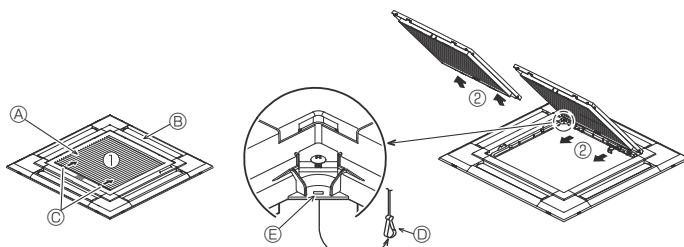
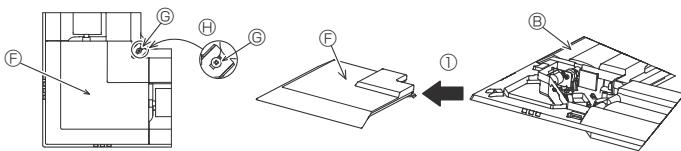

Fig. 9-3
Fig. 9-4
9.2.1. Afmontering af indtagsgitteret (Fig. 9-3)
- Skub håndtagene i retningen angivet af pilen ① for at åbne indtagsgitteret.
- Med indtagsgitteret i "åben" position fjernes indtagsgitterets hængsel fra gitteret som vist med pilen ②.
9.2.2. Afmontering af hjørnepanelet (Fig. 9-4)
- Løsn de ④ skruer på hjørnet. Skub hjørnepanelet i retning af pil ① i illustrationen, og fjern hjørnepanelet.
[Fig.9-3] [Fig.9-4]